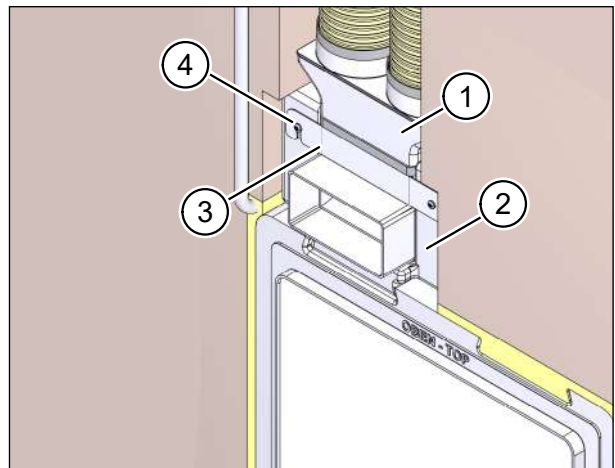

Abb. 29: Flexrohr-Verbindungsstücke einsetzen
- ▶ Setzen Sie die zusammengesetzten Flexrohr-Verbindungsstücke (Pos. 1 in Abb. 29) in den Kanalanschlussadapter (Pos. 2 in Abb. 29) ein.
- ▶ Klappen Sie den Riegel (Pos. 3 in Abb. 29) nach unten und ziehen Sie die Kreuzschlitzschrauben (Pos. 4 in Abb. 29) vorsichtig an.